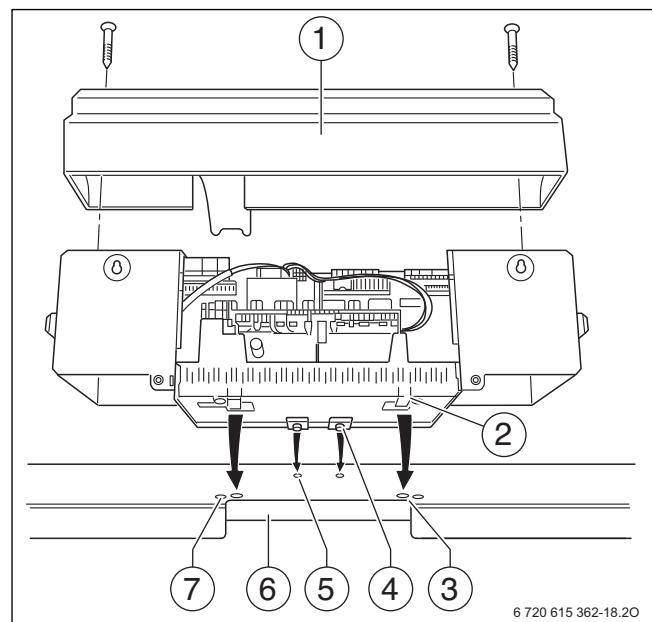
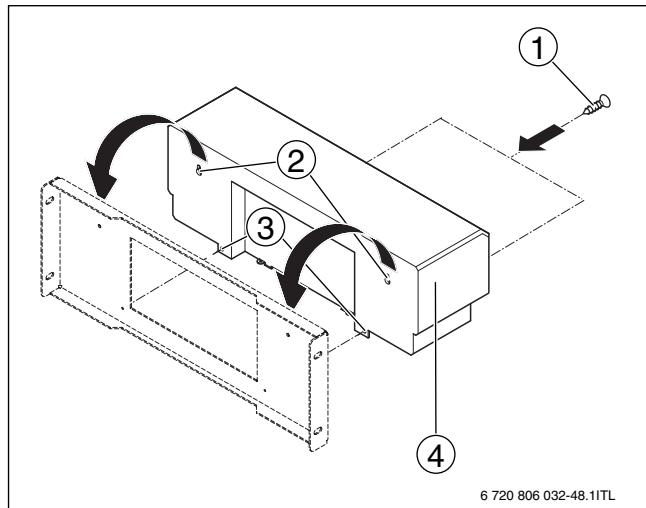

Рис. 22 Монтаж системы управления на котлах 120 - 820 кВт
Рис. 23 Монтаж системы управления на котлах 1040 - 1850 кВт
На рис. 22 система управления (без задней стенки) и кронштейн [1] показаны сзади.
На рис. 23, стр. 24 изображен вид сзади системы управления.
- ▶ Отверните два винта [1] на крышке. Снимите крышку [2] вверх ( $\rightarrow$  рис. 22).
- ▶ Выньте две заглушки ( $\rightarrow$  рис. 23, [2]) из системы управления.
- ▶ Установите систему управления ( $\rightarrow$  рис. 23, [4]) на цапфы кронштейна на стороне котла.
- ▶ Установите крышку на систему управления ( $\rightarrow$  рис. 22 и рис. 23, стр. 24).
- ▶ Закрепите крышку винтами (рис. 22, стр. 23 и рис. 23, стр. 24).